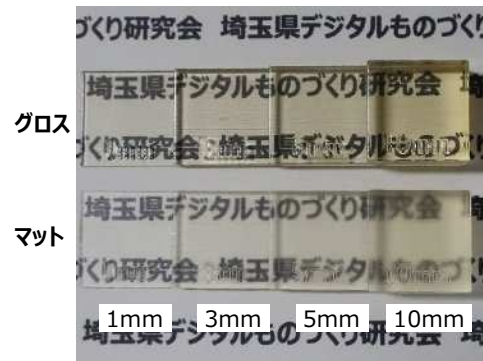

図3 造形結果(姿勢①)
- ・造形上下面は透過性が良く、姿勢①ではグロス仕上げでは厚さ10mm、マット仕上げでは厚さ5mmまで、下の文字がはっきりと読めた。(図3)